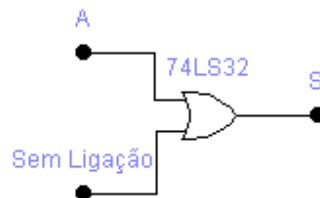

Figura 3 – Circuito OU de 2 entradas com uma entrada flutuante.
3.4.1. Montar o circuito da Figura 3 e medir os valores das tensões de saída em volts para os dois valores lógicos da entrada A e anotar na Tabela V na Folha de Respostas.
3.4.1 e 3.4.2 Saída em Volts do circuito da Figura 3 :